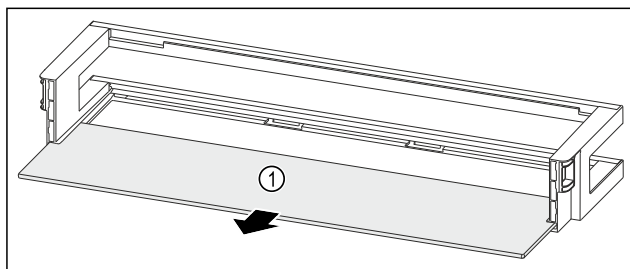

Fig. 118 Dørhylle med oppstillingsplass
- Fjern oppstillingsplassen Fig. 118 (1).